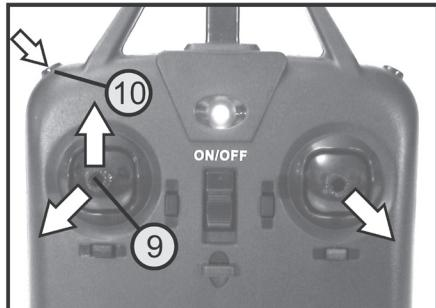

Figure 13
Le démarrage automatique peut être annulé à tout moment. Pour ce faire, il suffit de déplacer légèrement le levier vers le bas pour la fonction de Pas et Arrière (voir figure 13, pos. 9) pendant le décollage. L'hélicoptère cessera alors de monter et se mettra en vol stationnaire à l'altitude actuellement atteinte.
Déplacez le levier de commande de gauche vers le coin inférieur gauche et le levier de commande droit vers le coin inférieur droit (voir figure 13). Les rotors se mettent à tourner.
Si vous déplacez maintenant le levier de commande pour la fonction de Pas et Arrière (voir figure 13, pos. 9) vers le haut, la vitesse du rotor principal augmente et l'hélicoptère décolle. Lorsque l'altitude de vol souhaitée est atteinte, ramenez le levier de commande pour la fonction de Pas et Arrière en position centrale.
Lorsque l'hélicoptère est en vol stationnaire, appuyez brièvement sur le bouton-poussoir pour le décollage, l'atterrissement et l'arrêt d'urgence (voir aussi figure 13, pos. 10). La vitesse du rotor principal de l'hélicoptère baisse alors jusqu'à ce qu'il perde de l'altitude et se pose automatiquement. Pendant le processus de chargement, l'hélicoptère est toujours contrôlable et le point d'atterrissement peut être corrigé si nécessaire. Après l'atterrissement de l'hélicoptère, les rotors s'arrêtent automatiquement. Pendant la phase d'atterrissement automatique, la LED du modèle réduit d'hélicoptère clignote.
L'atterrissement automatique peut être annulé à tout moment. Pour ce faire, il suffit de déplacer légèrement le levier vers le haut pour la fonction de Pas et Arrière (voir figure 13, pos. 9). L'hélicoptère cessera alors de descendre et se mettra en vol stationnaire à l'altitude actuellement atteinte.
Déplacez le levier de commande pour la fonction de Pas et Arrière (voir figure 13, pos. 9) vers le bas jusqu'à ce que l'hélicoptère perde lentement de l'altitude. Lorsqu'il est de nouveau sur les patins d'atterrissement, maintenez le levier dans la position la plus basse jusqu'à ce que les rotors s'arrêtent.